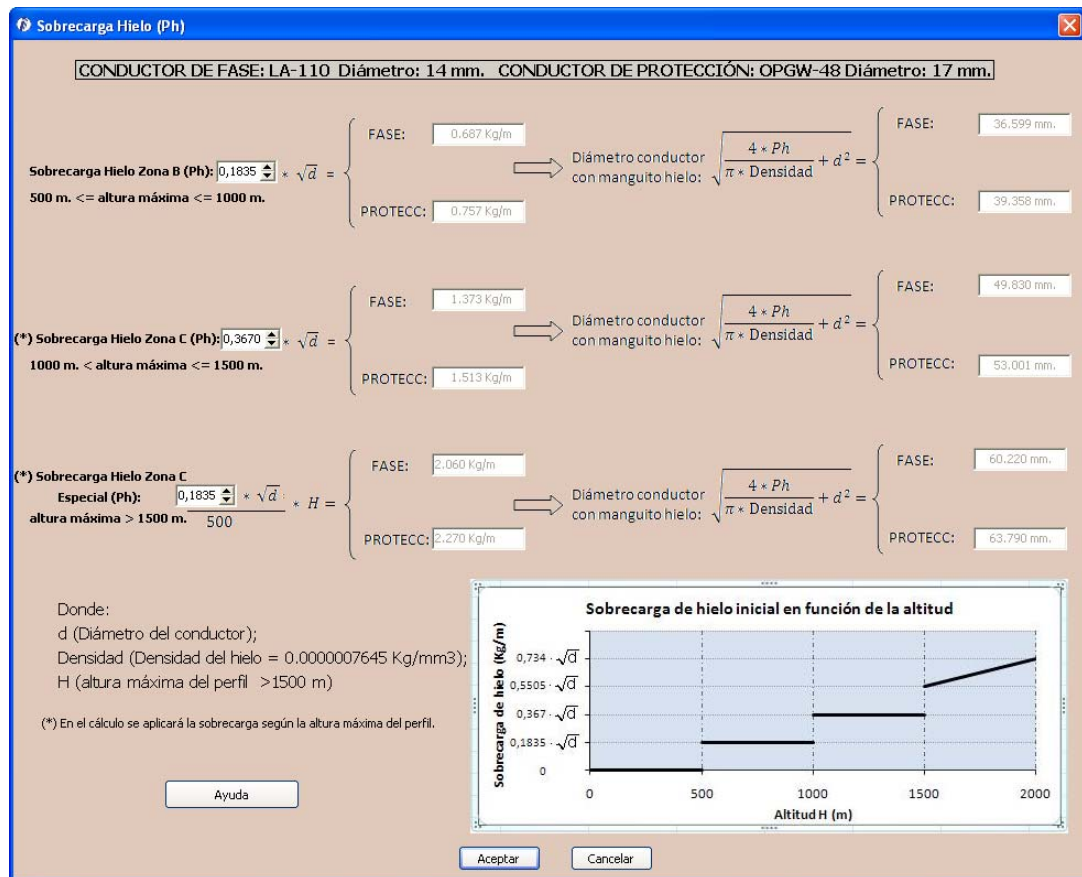

Figura 5.12. Sobrecargas de Hielo
- Sobrecargas de Hielo. (Figura 5.12). En esta pantalla, el usuario puede personalizar las constantes del cálculo de la sobrecarga de hielo para la zona B, zona C y zona C mayor de 1500 metros. Al modificar las sobrecargas, se visualiza el diámetro del conductor con manguito de hielo.